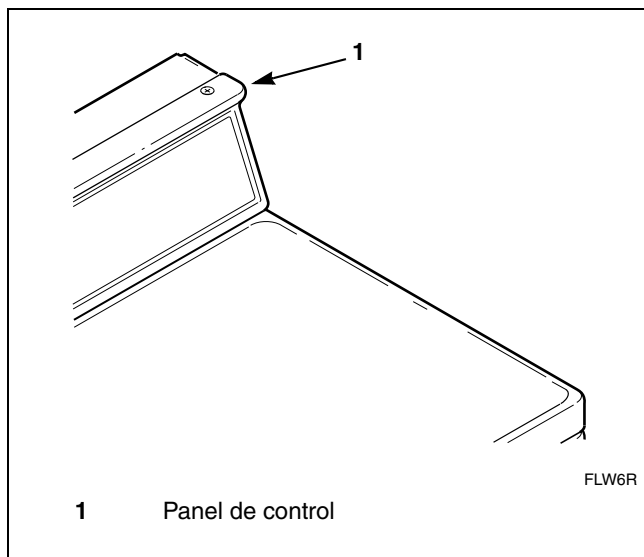

Figura 17
1. Abra el panel de control. Consulte la *Figura 17*.